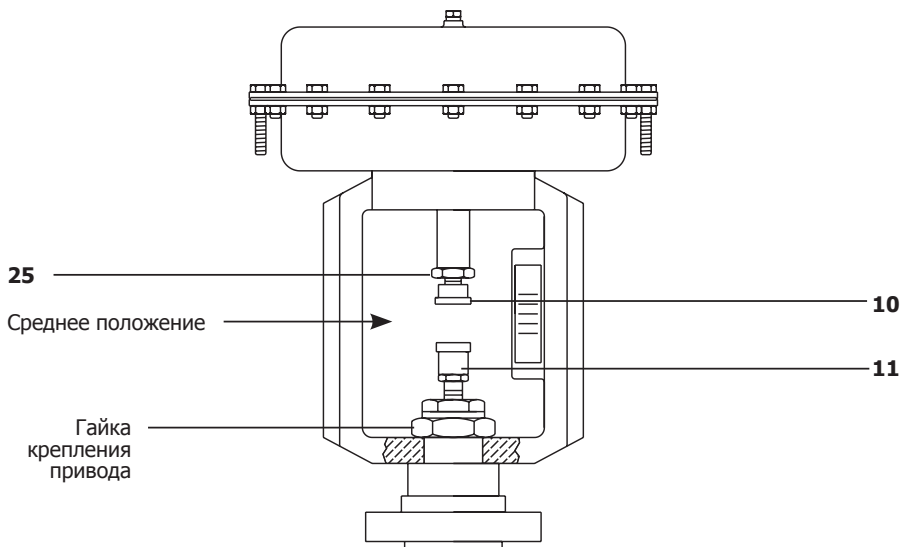

Рис. 3
3.1 Монтаж приводов PN9100E, PN9200E, PN9300E и PN9400E (рис. 3 и 4):
- Снимите переднюю и заднюю скобы (13) и (14), затем снимите адаптер (11).
- Убедитесь что плунжер находится в нижнем положении,накрутите адаптер на шток клапана (11).